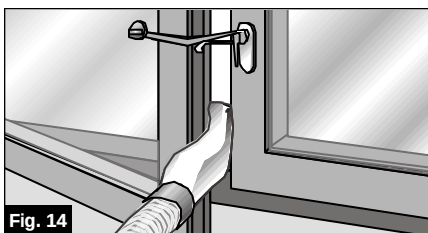

Fig. 14
- Dirigir el tubo expulsor del aire caliente al exterior. Para evitar ruido excesivo y pérdida de eficiencia, es necesario posicionar el tubo expulsor de aire según se describe en la **Fig. 14**. Ver apartado "Posibilidades de evacuar el aire al exterior".
- Cierre la ventana lo máximo posible y sujétela con la ventosa suministrada, **Fig. 14**.